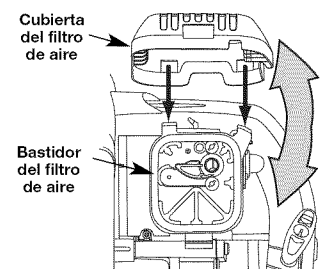

Fig. 23
1. Abra la cubierta del filtro de aire. Empuje hacia adentro la orejeta del lado derecho de la cubierta, y extraiga la cubierta del filtro de aire hacia afuera y hacia la izquierda (Fig. 23).
2. Retire el filtro de aire (Fig. 23).
6. Vuelva a colocar el filtro (Fig. 23).
7. Vuelva a instalar la cubierta del filtro de aire. Coloque los ganchos del lado derecha de la cubierta del filtro de aire en las ranuras del lado derecho de la placa posterior (Figs. 23).
8. Mueva la cubierta hacia la izquierda derecha hasta que la orejeta del filtro de aire calce en su lugar en la ranura de la placa posterior (Fig. 23).